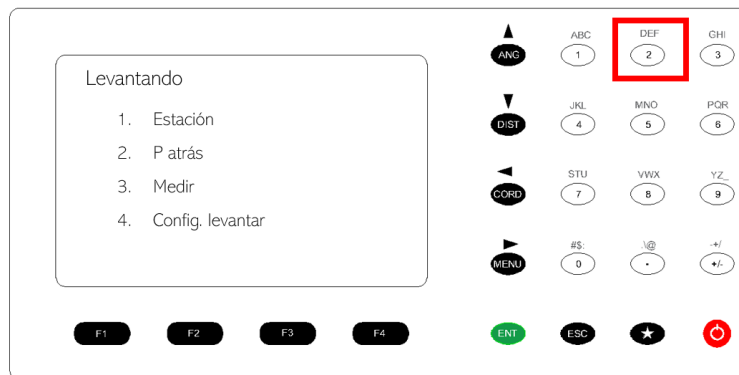

Figura 119. Orientación de la estación total con respecto a un punto conocido.
23. En la nueva ventana, seleccionar la opción 2. P atrás, para poder orientar la estación con respecto a un punto conocido. Figura 119.